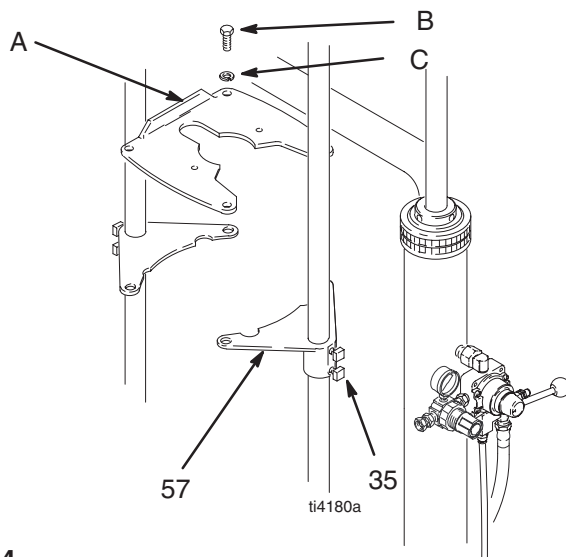

Fig. 4
1. Coloque las ménsulas de montaje (57) de forma que la parte superior de la bomba esté despejada de la viga de soporte (3).
2. *Sólo para las bombas President y Monark Check-Mate 200*, instale la placa de montaje (A) en las ménsulas de montaje (57) usando cuatro tornillos (B) y arandelas de seguridad (C). Vea la Fig. 4. Observe que la placa está orientada de forma distinta para la bomba President y para la bomba Monark.